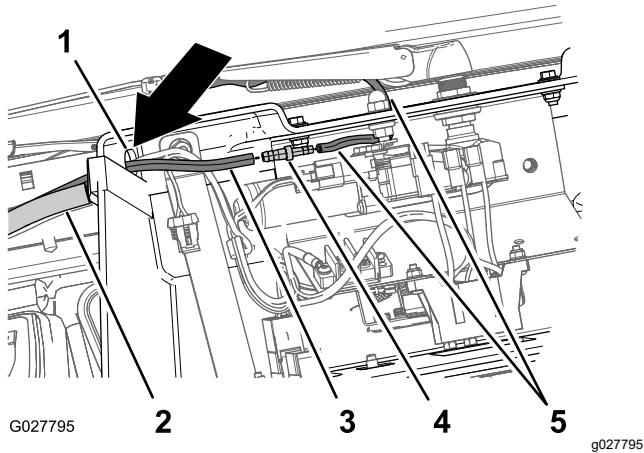

Figura 20
1. Nella consolle sovrastante, posate 1 estremità del flessibile attraverso il foro nella consolle sovrastante (Figura 20).
2. Inserite l'estremità piccola del raccordo del flessibile dentellato nell'estremità del flessibile proveniente dal braccio del tergicristallo fino a quando il raccordo non è completamente in sede (Figura 20).
3. Inserite l'estremità grande del raccordo del flessibile dentellato nell'estremità del flessibile fino a quando il raccordo non è completamente in sede (Figura 20).